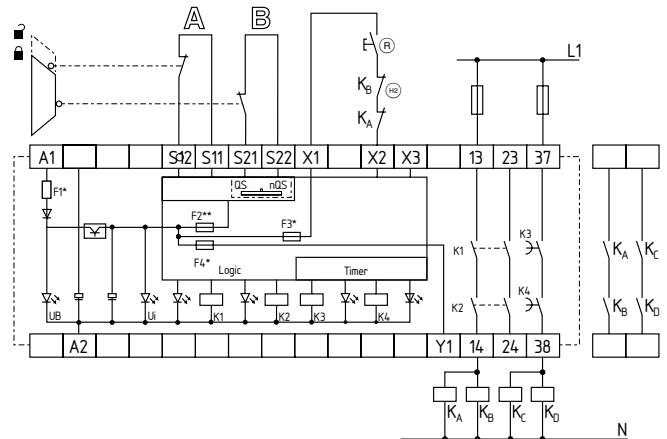

Fig. 8:
Tvåkanals styrsystem, visad för en skyddsöversvakning, med två kontakter A och B, därav minst en kontakt tvångsöppnande med extern reset-knapp (R) (se fig. 8)